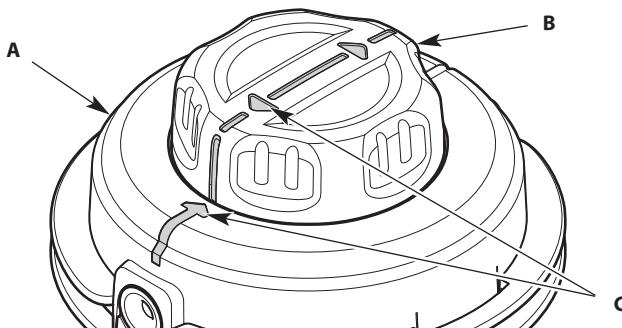

Fig. 1
3. Turn the bump knob to align the arrows on the bump knob with the arrows on the spool cover (Fig. 1).
3. Tournez le bouton de butée pour en aligner les flèches avec celles se trouvant sur le couvercle de la bobine (Fig. 1).